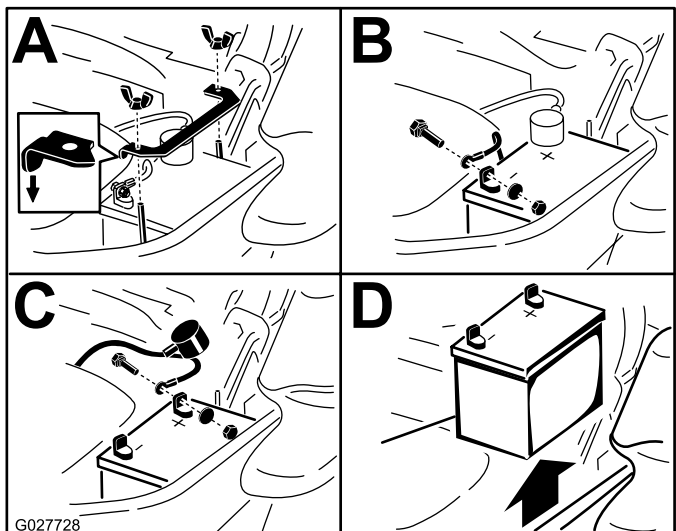

Figure 64
3. Retirez la batterie, comme montré à la Figure 64.